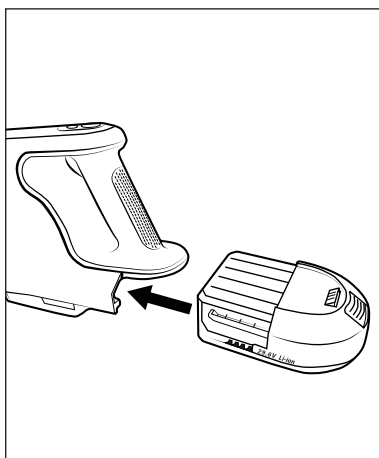

Fig. 3
- 3) Infilare la batteria 2 nell'apparecchio finché non si innesta nell'apparecchio con un clic (vedere fig. 3).